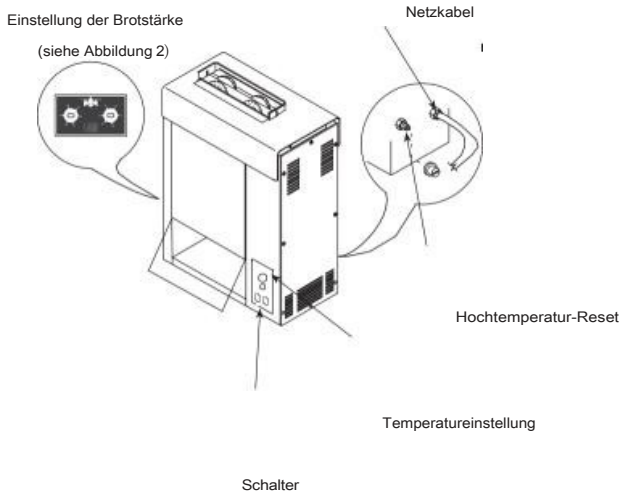

Abbildung 1
2. Schalten Sie den Schalter ein (Abbildung 1). Drehen Sie den Temperaturregler, um die Heizlampe einzuschalten, und toasten Sie das Brot, sobald die Heizlampe erlischt.
- Legen Sie die obere und untere Schicht mit den gegenüberliegenden Seiten in die Aussparung (Abbildung 1).